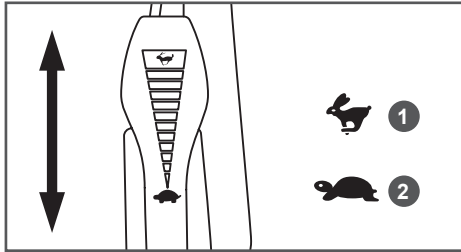
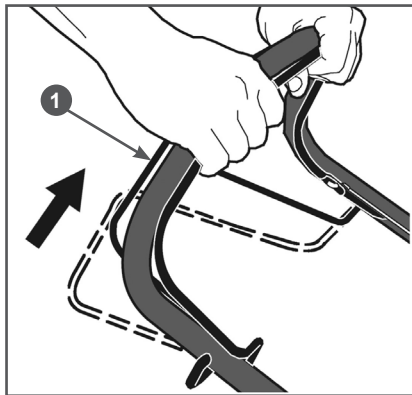

Рис. 18 Положения рычага газа (вид сверху)
Рис. 21 Включение привода хода
2. Переведите рычаг газа 6 (Рис. 1) на 1/3 хода из положения «2» в сторону положения «1» (Рис. 18).
После запуска прогретого двигателя работу можно начинать сразу, для этого переведите рычаг газа в положение «1» (Рис. 18).
2. Рычагом газа переведите двигатель в режим холостого хода (переведите рычаг газа в положение 2 (холостых оборотов) (Рис. 18)
В соответствии с разделом ЗАПУСК ДВИГАТЕЛЯ запустите двигатель и прогрейте его. После прогрева двигателя установите рычаг газа в положение 1 (максимальные обороты) (Рис. 18), затем включите привод хода, нажав рычаг 1 включения привода хода (Рис. 21).
Скашивание необходимо производить только на максимальных оборотах двигателя (рычаг газа в положении 1 (Рис. 18)). Уменьшение оборотов двигателя для снижения скорости движения газонокосилки допускается только на короткое, непродолжительное время. Постоянная работа двигателя газонокосилки на средних и холостых оборотах с целью уменьшения скорости движения газонокосилки (или возможной экономии топлива) запрещается.